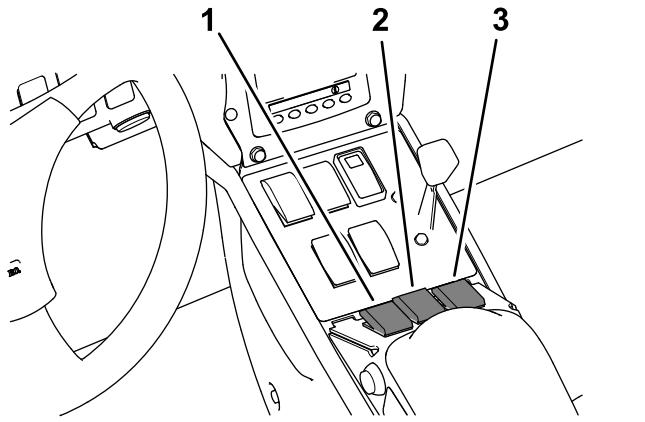

Figura 66
3. Prima o botão 2 no InfoCenter e conduza até à linha de chegada (Figura 66 e Figura 63).